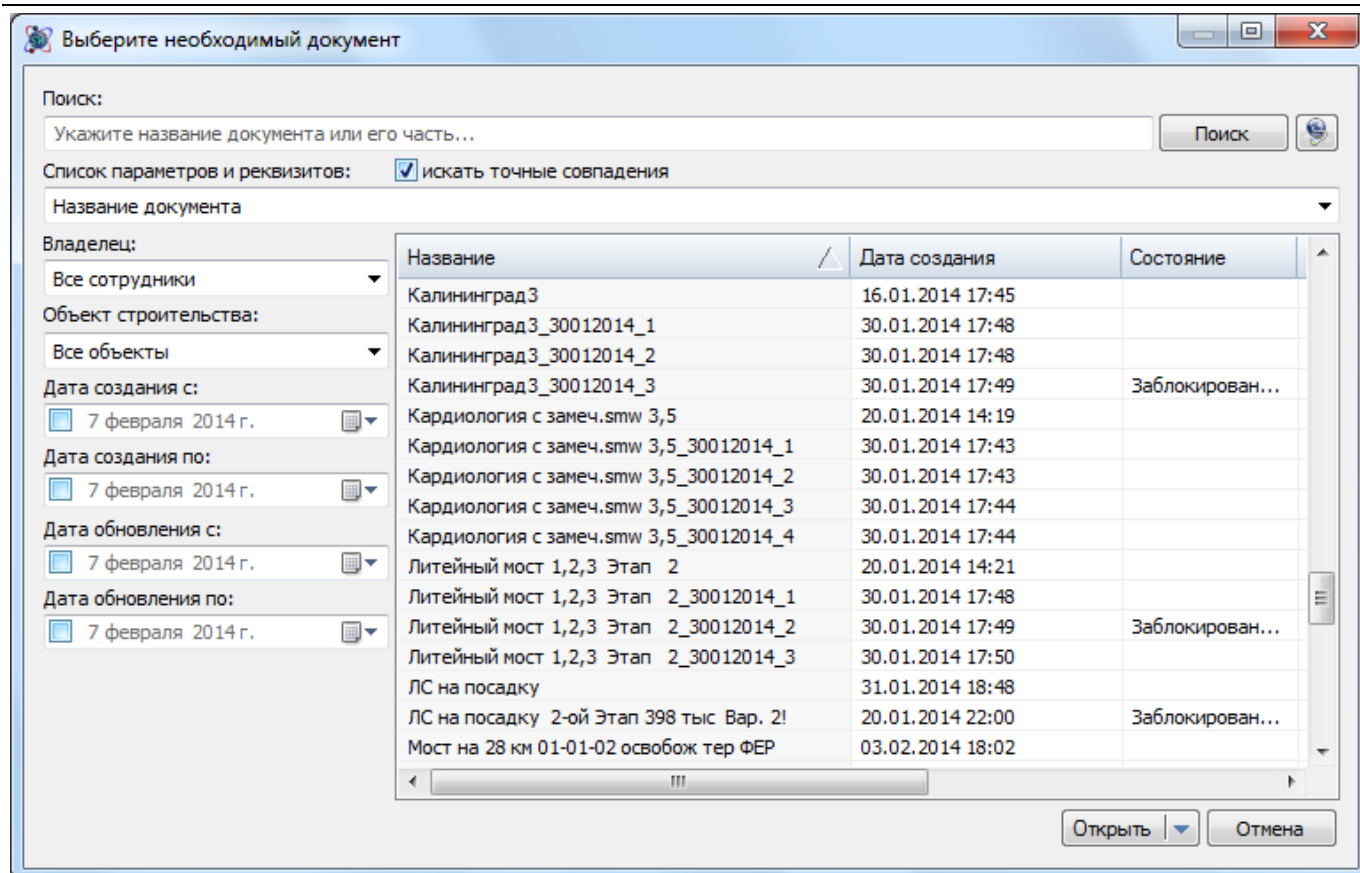

Рис. 6.24 Диалоговое окно выбора документа системы DataWIZARD
2. В открывшемся диалоговом окне (рис. 6.24) выбрать нужный документ и нажать на кнопку **Открыть**.
2. В открывшемся диалоговом окне выбора документа (см. рис. 6.24) нажать на кнопку  — **Настройки**.